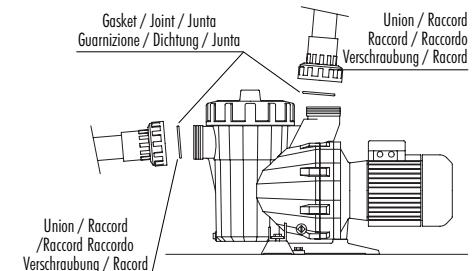

**Fig. 1**
- Todas as bombas estão equipadas com uma base com dois orifícios para poderem ser instalados no solo através de uma fixação (Fig. 1).